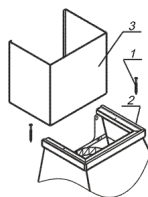

рис. 4
8.3 Для очистки алюминиевого фильтра извлеките его из вытяжки (рис. 4). Произведите очистку фильтра с помощью щетки горячим водным раствором нейтрального моющего средства вручную или в посудомоечной машине (при 60°C).
Прежде чем повесить вытяжку, установите фальштрубу (рис. 4).